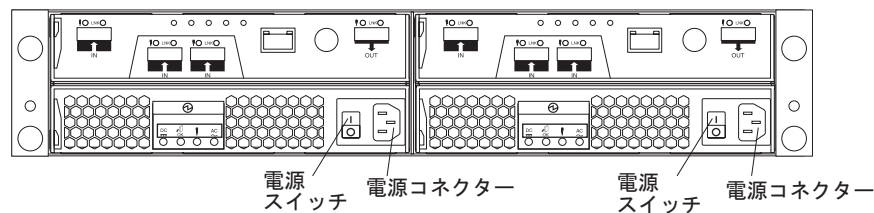

図 49. DS3400 の電源機構のスイッチとコネクター
5. ストレージ・サブシステムの背面にある両方の AC 電源スイッチをオンにします。図 49 は、DS3400 の AC 電源スイッチの位置を示しています。